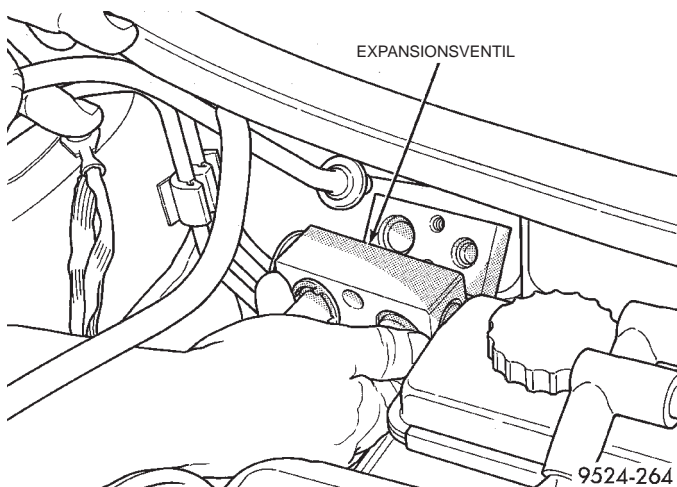

Abb. 50 Expansionsventil
(6) Expansionsventil abnehmen (Abb. 50).
(7) Dichtung des Expansionsventils abnehmen.